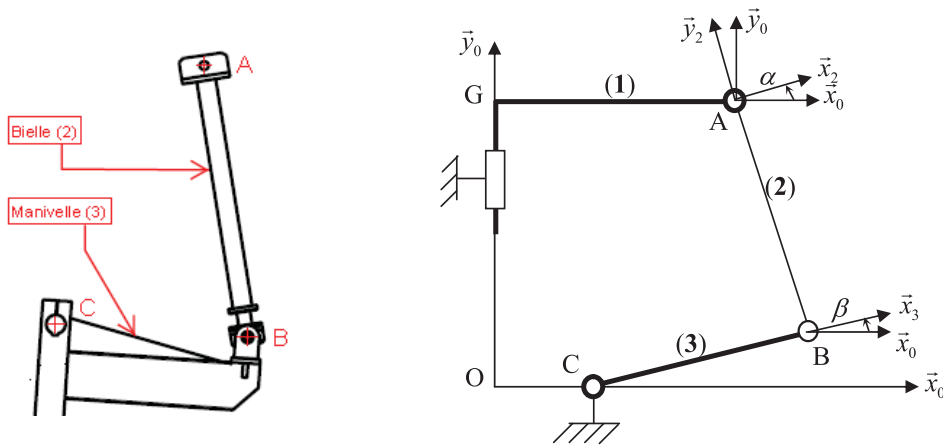

FIGURE 7 – Modèle cinématique simplifié
Dans cette partie, on s'appuie sur un schéma fortement simplifié du mécanisme (figure 7). Dans ce schéma, les trois moto-réducteurs sont remplacés par un seul (M).